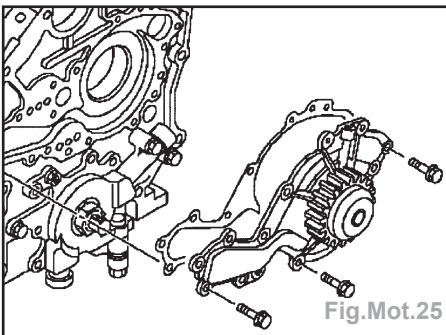

Fig.Mot.26
- la pompe à eau (Fig.Mot.26).